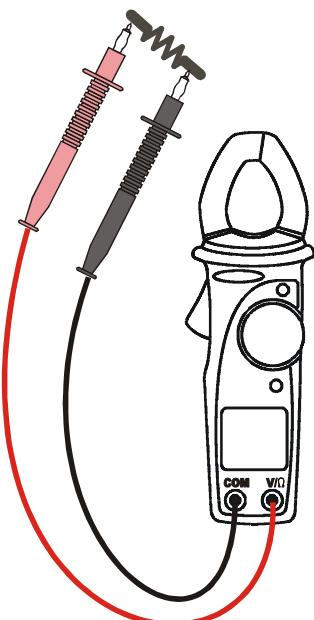

Fig. 7: Uso del instrumento ne la medida de resistencia
2. Conecte las dos puntas de prueba en los terminales de la pinza, la roja en el terminal V/ Ω y la negra en el terminal COM, como visualizado en Fig. 7.